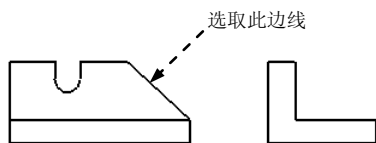

图 3.8.29 选取基准平面
Step3. 在系统  在主视图上选取穿过前侧曲面的轴或作为基准曲面的前侧曲面的基准平面。的提示下，选取图 3.8.29 所示的边线（在图 3.8.29 所示的视图中，选取的边线其实为一个面，由于此面和视图垂直，所以其退化为一边线；在主视图的非边线的地方选取，系统不认可）。